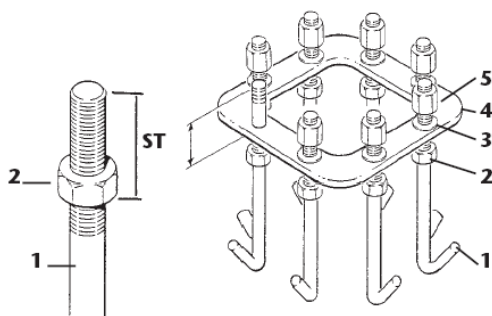

fig.17
1. Avvitare sui tirafondi **1** i dadi bassi **2**, lasciando sporgere la porzione filettata corrispondente alla quota **ST** ( fig.17 ) - (per la sporgenza **ST**, vedi “Sistemi di fissaggio” a pag. 12). Compiere tale operazione su tutti gli 8 (otto) tirafondi.